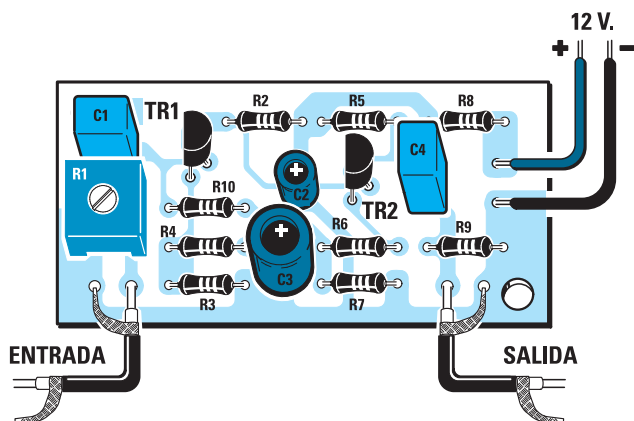

Fig.4 Esquema práctico de montaje del preamplificador LX.1594.
**LX.1594:** Todos los componentes mostrados en la fotografía y en el esquema práctico de la Fig.4, **incluido** el circuito impreso y cable apantallado para conectar las señales de entrada y salida.....6,85 €